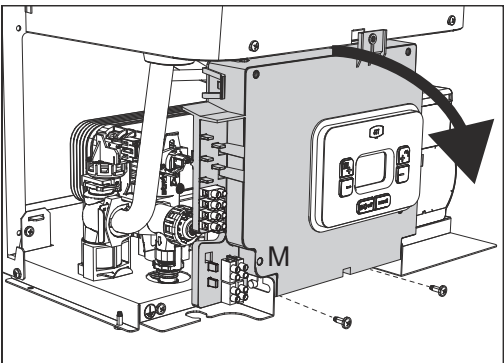
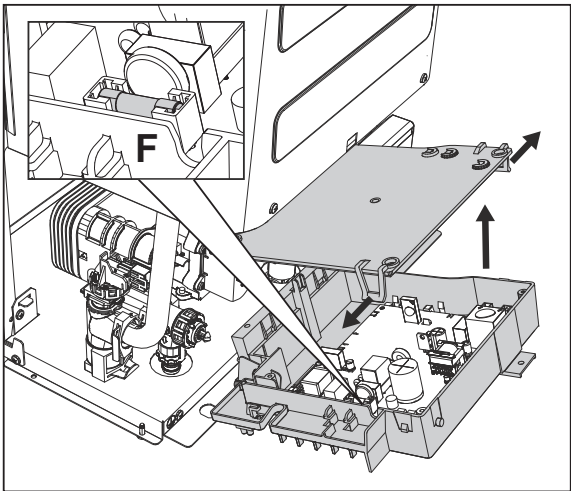

рис. 18
рис. 19
После снятия передней панели ( \*\*\* 'Открытие передней панели' on page 13 \*\*\* ) можно получить доступ к клеммным колодкам (М) и предохранителю (F), действуя согласно нижеприведенным указаниям (рис. 18 и рис. 19). Клеммы, указанные на рис. 18, должны иметь чистые контакты (не 230В). Расположение зажимов и их назначение показаны также на электрической схеме на рис. 55.
Конфигурация выключателя ON/OFF (А рис. 18)